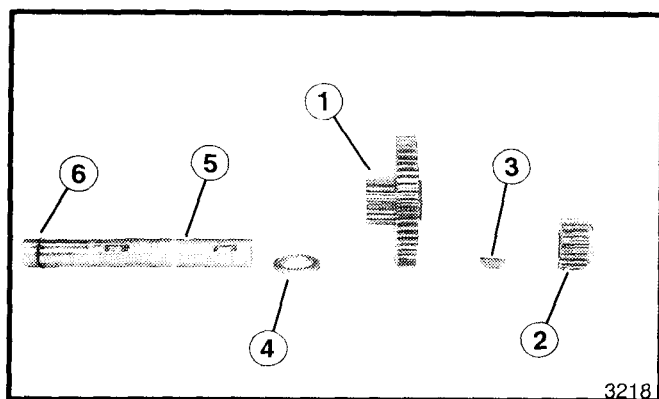

Figura 35. Eje Impulsor
8. Quite los engranajes, chaveta y el espaciador del eje impulsor (vea la figura 35)